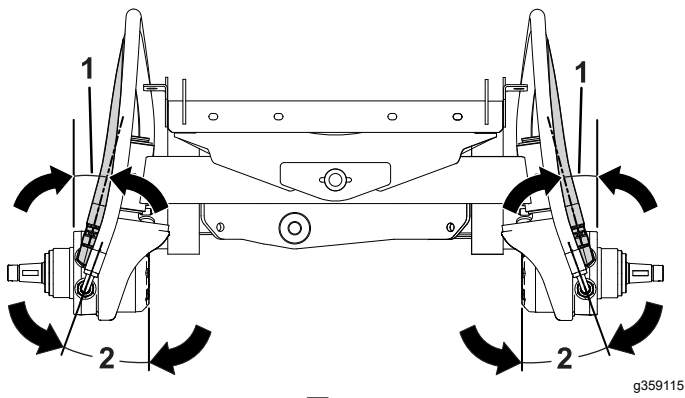

图 12
4. 将 90°弯头调整到 15°如图 12 所示。
8. 将 90°软管弯头调整到 20°如图 12所示。
注意 确保维持角度如图 12所示。